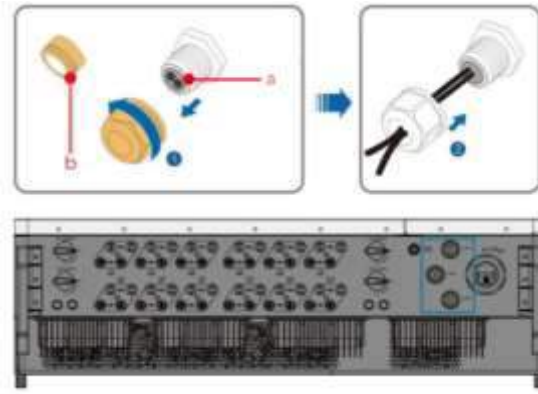

Fig. 4-49 Coloque el cable en la tuerca
3. Rosque el cable en la tuerca y anillo de sellado a su vez (Fig. 4-49 y Tabla 4-11).